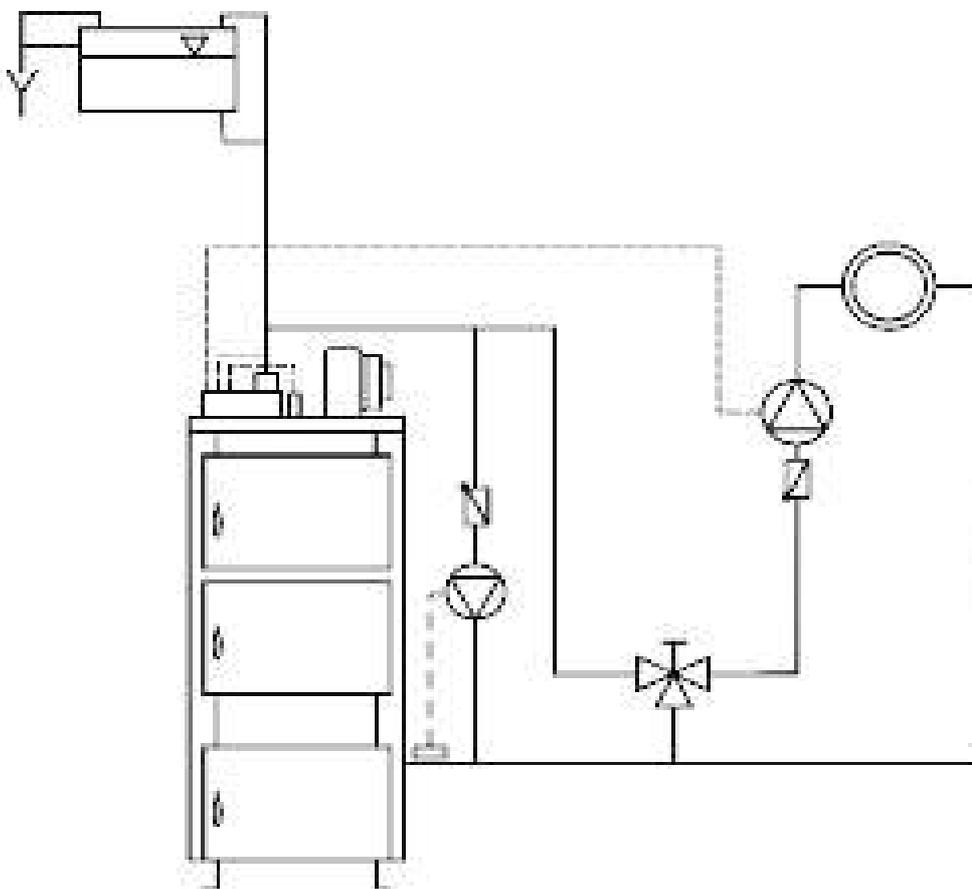

Рисунок 2 - Подключение с трехходовым клапаном
6. Во избежание появления конденсата, что может в несколько раз сократить срок эксплуатации Котла, необходимо систему отопления монтировать по прилагаемым или аналогичным схемам, обеспечивающим температуру возвратной воды не ниже 55°C ( см. рис.2,3).